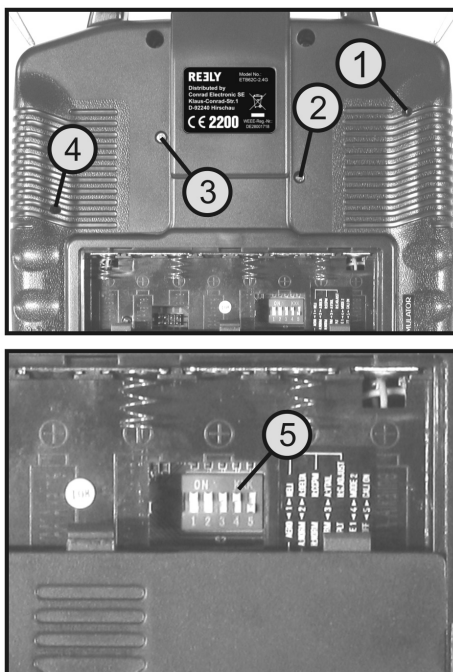

Figure 27
Pour commuter la commande également électriquement, déplacez l'interrupteur DIP avec le numéro 4 (voir fig. 27, pos. 5) de la position haute « ON » à la position basse « OFF ».